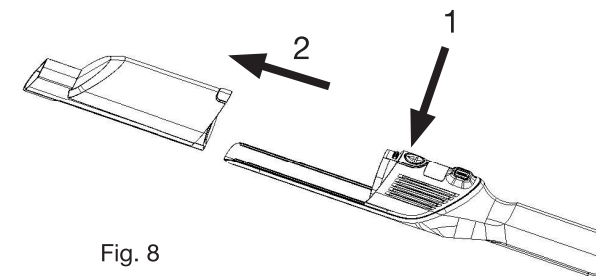

Fig. 8
Druk op de openingsknop van het stofreservoir (1) (fig. 8) om te ontgrendelen. Verwijder het stofreservoir door het over de rail in de richting van de pijl (2) te schuiven.